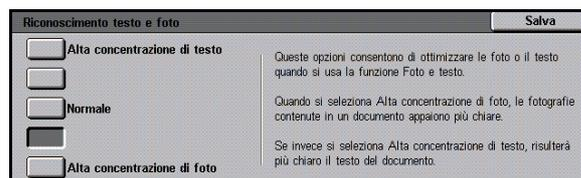

Fig. 48: Impostazioni Testo e foto
- Selezionare la casella corrispondente al livello di qualità immagine appropriato per l'impostazione Testo e foto, come illustrato in Fig. 48.